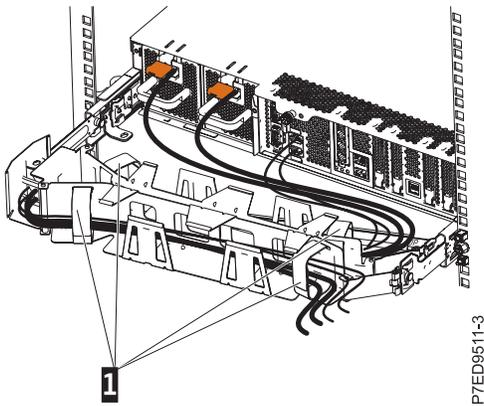

Figura 18. Conexión y recorrido del cable de alimentación
8. Haga pasar los cables de alimentación y los demás cables (incluidos los cables de teclado, monitor y ratón, si es necesario) en el brazo portacables (1), tal como se muestra en la Figura 18 en la página 14. Conecte todos los cables a la parte posterior del servidor excepto el cable de alimentación. Fije los cables con bridas o pasadores.